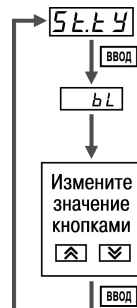

Рисунок 11.5 – Изменение значения параметра
- Осуществляется выбор параметра для изменения, после чего нажимается кнопка  (рисунок 11.5). При этом начнет мигать значение параметра на ЦИ2.